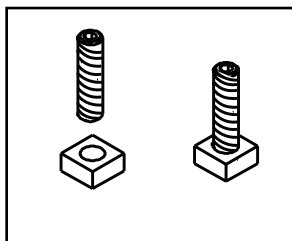

Figure 10.1
1. Vissez les boulons à tête Allen dans les écrous jusqu'à ce qu'ils affleurent. **Figure 10.1.** Les boulons à tête Allen et les écrous sont inclus dans le paquet de composants placé dans la chambre de combustion du poêle.